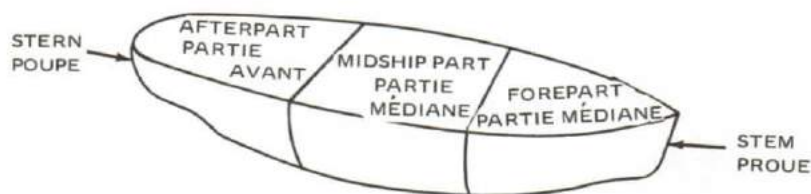

Figure 6-1
3. You could stand in a ship and say that you were facing the sharp end or the blunt end, but you wouldn't have described your position very well. Therefore, the hull is divided into three parts. There is the forepart, which includes the stem, the afterpart, which includes the stern, and that part between which is called the midship part. See Figure 6-1.
3. En vous tenant debout à bord d'un navire, vous pouvez décrire votre position en disant que vous faites face au bout aigu ou au bout arrondi, mais vous n'aurez pas ainsi précisé votre position. Pour ce faire, la coque se divise en trois parties. Il y a la partie avant qui comprend la proue, la partie arrière qui comprend la poupe et la partie placée entre les deux autres ou partie médiane (voir la figure 6-1).